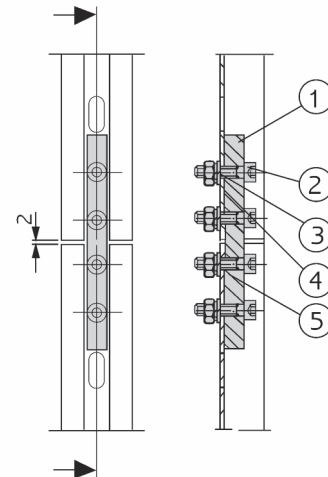

Abb. 5: Verbindung zweier Einholm-Fallschutzschienen
Das nächste, ebenfalls mit Wandbefestigungsbügeln vormontierte Leiterteil aufsetzen, Leiter ins Lot stellen bzw. wie vor beschrieben weiterverfahren und die Leiter erst lose festschrauben. Beide Leiterteile miteinander verschrauben (Abb. 5), Stoßverbinder (1) mit Schrauben (2), U-Scheiben (3), Federringen (4) und Muttern (5) festschrauben. Für den Längenausgleich infolge Temperaturschwankungen muss an den Leiter-Stoßstellen ein Luftspalt von 2 ± 1 mm vorgesehen werden (Abb. 5). Leiter festschrauben.